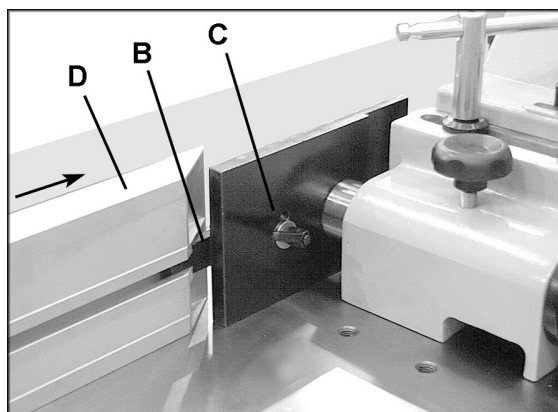

Рисунок 8
2. Прикрепите брусок (В, рис. 8) к передней половине упора при помощи фиксирующей ручки (С, рис. 8) и шайбы. Продвиньте алюминиевый упор (D, рис. 8) к бруску. (ПРИМЕЧАНИЕ: правый и левый упор немного различаются. Под ручку (С, рис. 8) требуется только одна шайба, показанная на рис. 8. На другой стороне требуется две шайбы под ручкой.)
ПРИМЕЧАНИЕ: фиксирующие ручки (С, рис. 8) подпружинены, можно менять их положение, потянув ручку и повернув ее на гайке.
1. Для боковой регулировки алюминиевых планок упора ослабьте две ручки (см. С, рис. 8), продвиньте планки упора на требуемую позицию и затяните фиксирующие ручки.